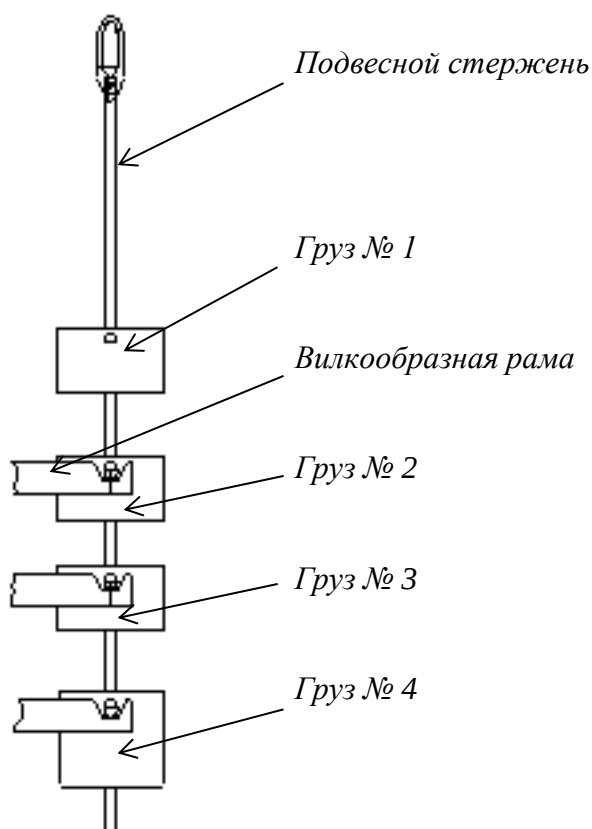

Рисунок 2.2 – Установка грузов
2. Повернуть ручку изменения нагрузки на положение «1,0 кгс», а затем установить грузы на подвесной стержень сверху-вниз в соответствии с порядковыми номерами: № 1, № 2, № 3, № 4 (рис. 2.2).